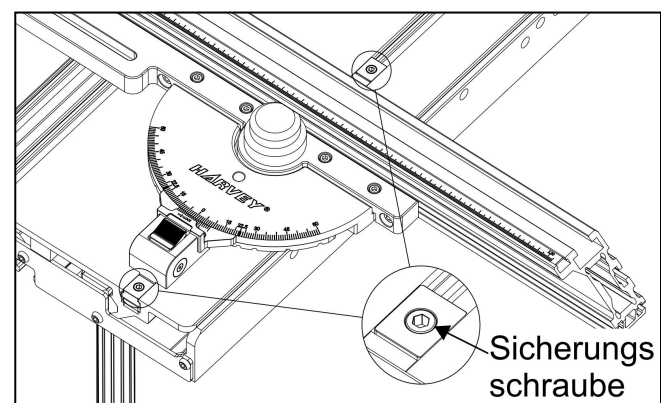

Abb.14
10. Schieben Sie die Schiebelehrenstange in den T-Nut auf der Oberseite des Schiebetisches in der Nähe des Sägeblatts, wie in Abbildung 14 gezeigt. Für volle Schnittkapazität sollte die Schiebelehrenstange bündig mit der Vorderkante des Schiebetisches positioniert sein. Verwenden Sie einen 4 mm-Schlüssel, um die Sperrschraube an der Vorder- und Rückseite der Schiebelehrenstange GEGENUHRZEIGERISCH zu drehen, um die Schiebelehrenstange festzuklemmen.